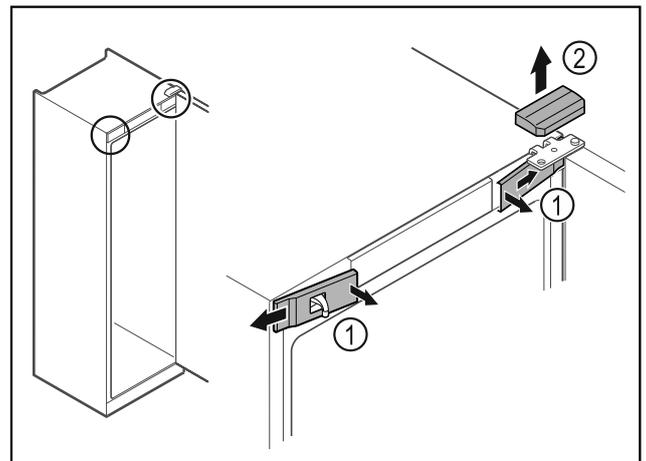

Fig. 13
- Décrocher les caches avant Fig. 13 (1) du côté intérieur et les retirer vers l'extérieur.
- Retirer le cache supérieur Fig. 13 (2) vers le haut.